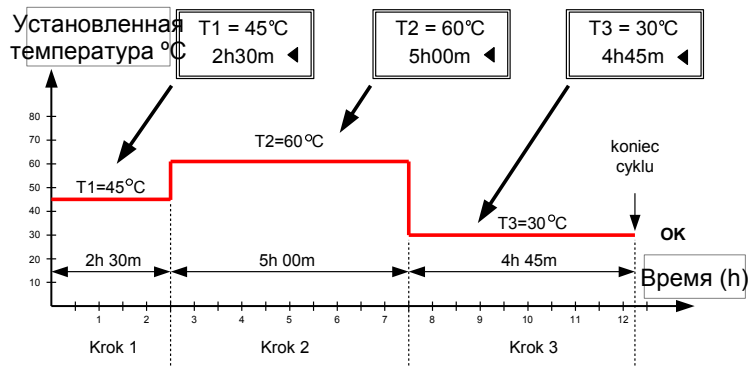

Рис. 1 Промерный цикл подогрева: T1=45oC,2ч30мин -> T2=60oC,5ч00мин -> T3=30oC,4ч45мин
**Рис.1 регулятор температуры**
выбирается температура [1], а также продолжительность [3]. Значение выбранного параметра изменяется при помощи кнопок „+” или „-”. Выбор изменяемых параметров подтверждается при помощи повторных нажатий кнопки „ON/OFF”. Параметр выбранный для изменения указан маленькой стрелочкой [2]. После введения данных до памяти управления каждого из 3 этапов на экране будет показан выбранный диапазон температуры - например для Рис.1 это (30-60)°C, а также общее время цикла. Через некоторое время управление автоматически перезагрузится и начнет работать в режиме ожидания последующего включения